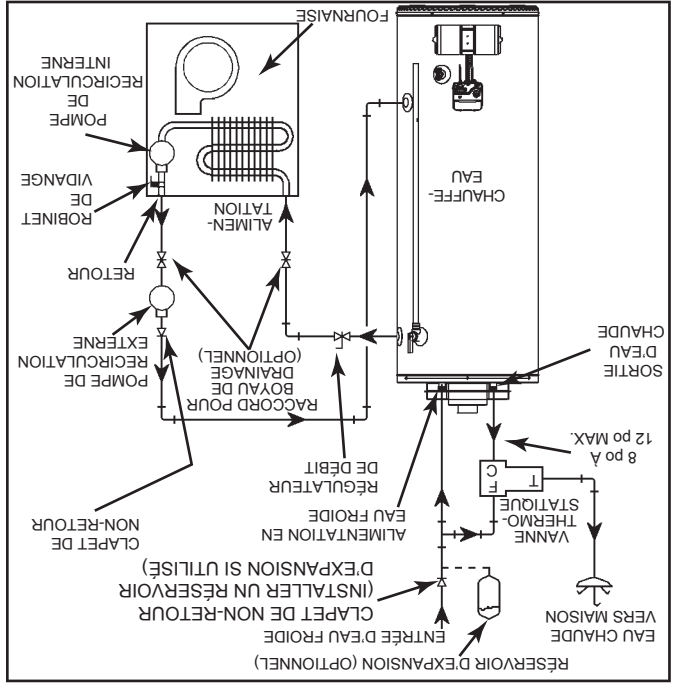
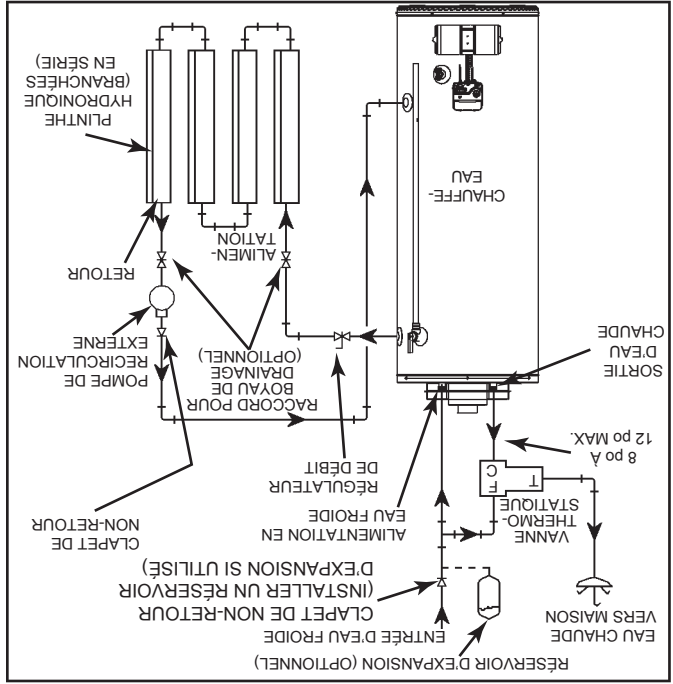

Figure 11
Figure 12
8. Les systèmes de chauffage combiné fonctionnent à une température plus élevée que les systèmes réguliers. Dans ce cas, il faut prendre certaines précautions, comme installer une vanne thermostatique sur la canalisation d'alimentation en eau chaude, afin de réduire la température de l'eau du système et ainsi réduire les risques d'ébulliantage (voir Figure 11 et Figure 12).
A. Une fournaise munie d'un échangeur d'air approprié (Figure 11).
B. Une boucle de chauffage avec plinthe hydronique à ailettes ou chauffage radiant sous le plancher (Figure 12).